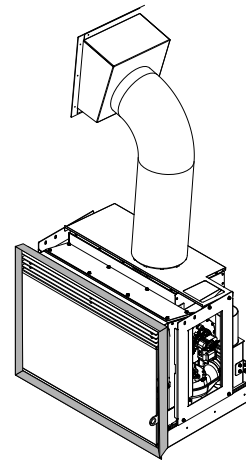

Fig. 40
- Cadres de finition pour plaques de plâtre (**Fig. 40**).